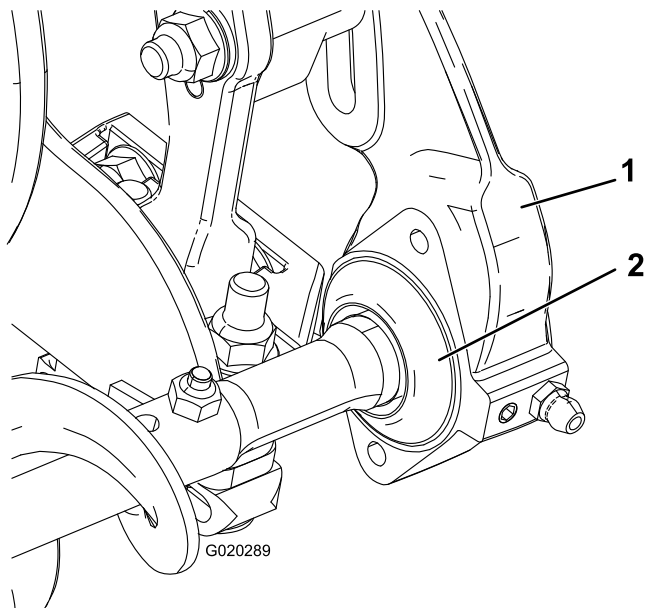

図 14
19. 各エクスクルーダシールを外側にずらし、シールのリップがそれぞれのベアリングハウジングに軽く接触するようにする 図 14。